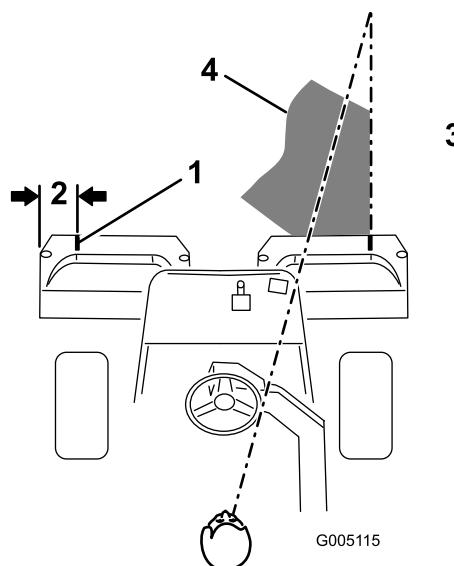
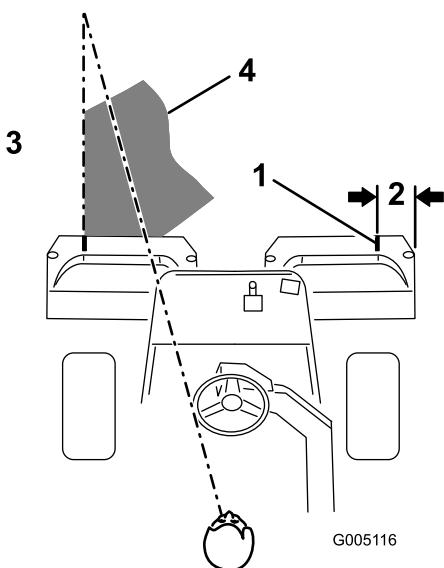

Рисунок 30
Рисунок 31
2. На каждую корзину наклейте отрезок белой ленты или нанесите краской линию параллельно наружному краю (Рисунок 30).
3. Перекрытие предыдущего прохода во время обратного прохода должно быть минимальным. Чтобы облегчить поддержание прямолинейного движения по полю и удерживать машину на одном и том же расстоянии от края предыдущей скопченной полосы, сфокусируйте взгляд на краю нескосленной части поля на расстоянии примерно 1,8-3 м перед машиной (Рисунок 30 и Рисунок 31). Некоторым операторам удобно использовать в качестве линии прицеливания наружный край рулевого колеса, т.е. край рулевого колеса совмещается с точкой, которая всегда находится на одном и том же расстоянии от переднего края машины (Рисунок 30 и Рисунок 31).